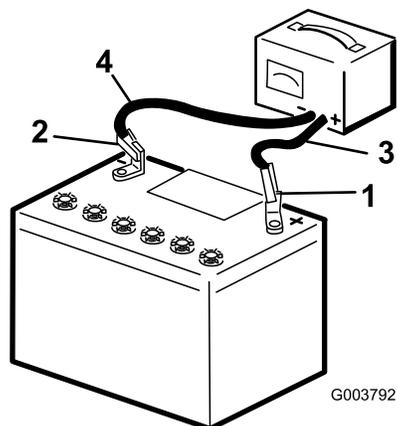

Figura 39
2. Caricate la batteria a 3–4 ampere per 4–8 ore (Figura 39). Non sovraccaricatela.
3. Quando la batteria è completamente carica, staccate il caricabatterie dalla presa elettrica e scollegate i cavi di ricarica dai poli della batteria (Figura 39).